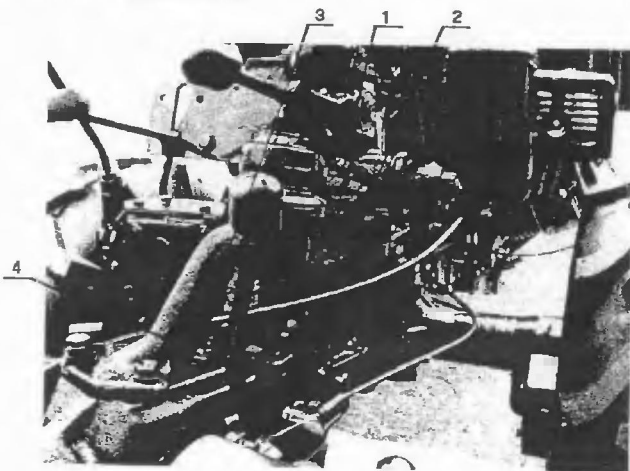

Рисунок 10 – Тяга рулевого управления
а) Отпустите контргайку 2 рулевой тяги 1 (рисунок 10).
- б) Отсоедините рулевую тягу 1 от сошки (рисунок 10).